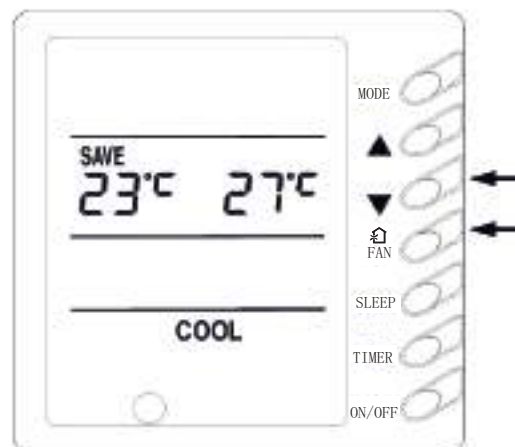

Рис.3.15
8. Настройка режима экономии энергии (Рис.3.15)